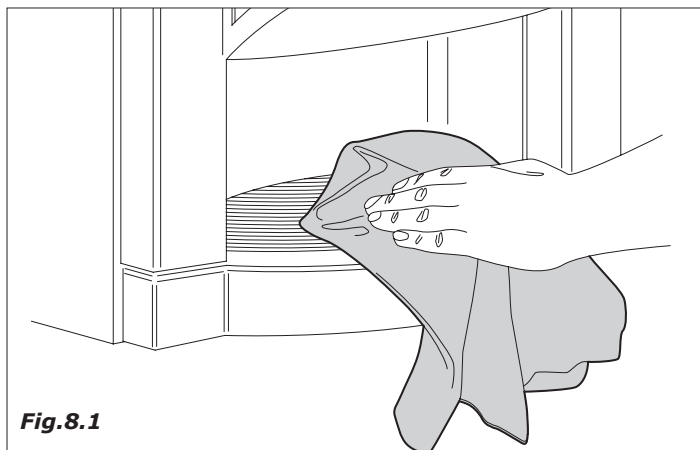
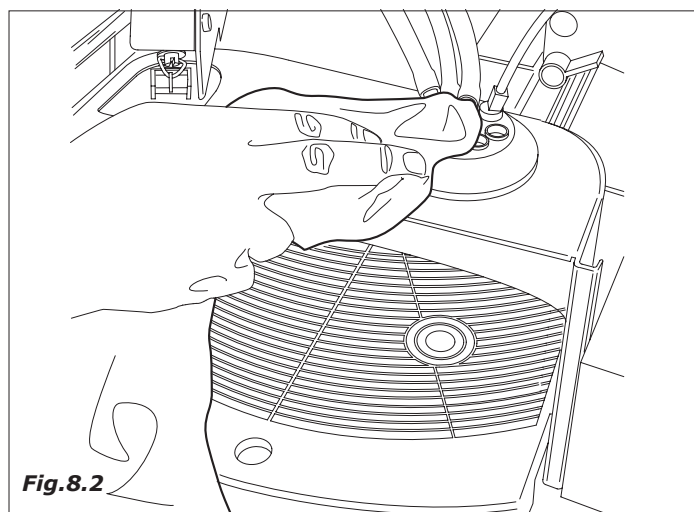

Fig.8.1
Fig.8.2
- limpar todas as partes à vista da zona de distribuição (Fig.8.1 e Fig.8.2)